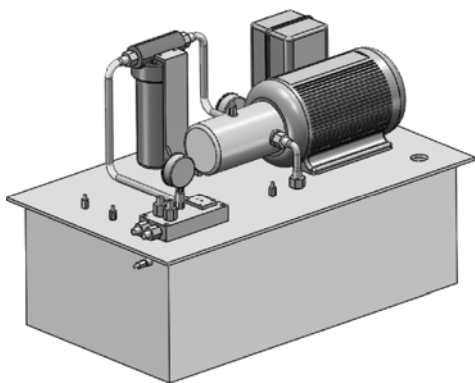

图 6-28 所有管路的布路效果
STEP 5 通过相同操作，可完成其余管路的布路操作，效果如图 6-28 所示。